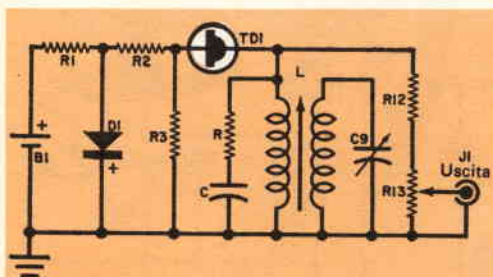

Fig. 2 - Circuito semplificato del generatore; L, R, C rappresentano i circuiti Z1, Z2, Z3, Z4 e Z5 di Fig. 1.
Fig. 1 - Circuito del generatore. Qui sotto si vedono in dettaglio i circuiti Z1, Z2, Z3, Z4 e Z5. In fig. 2 è riportato il circuito semplificato. Alle bobine L1, L2, L3 e L4 è stato aggiunto un avvolgimento primario.
**Il circuito** - Il circuito completo del generatore è riportato in fig. 1; in fig. 2 il circuito è semplificato, sono eliminate cioè le commutazioni e l'oscillatore BF.